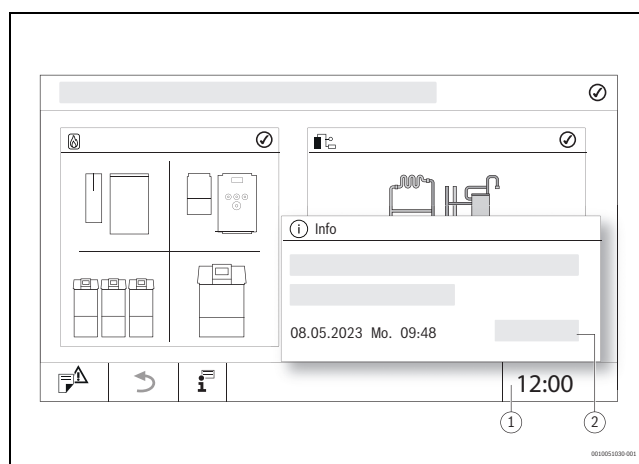

Рис. 14 Изменение времени системы
- Нажмите на время (→ рис. 14, [1]).
- ▶ Нажмите **Сохранить** (→ рис. 14, [2]).